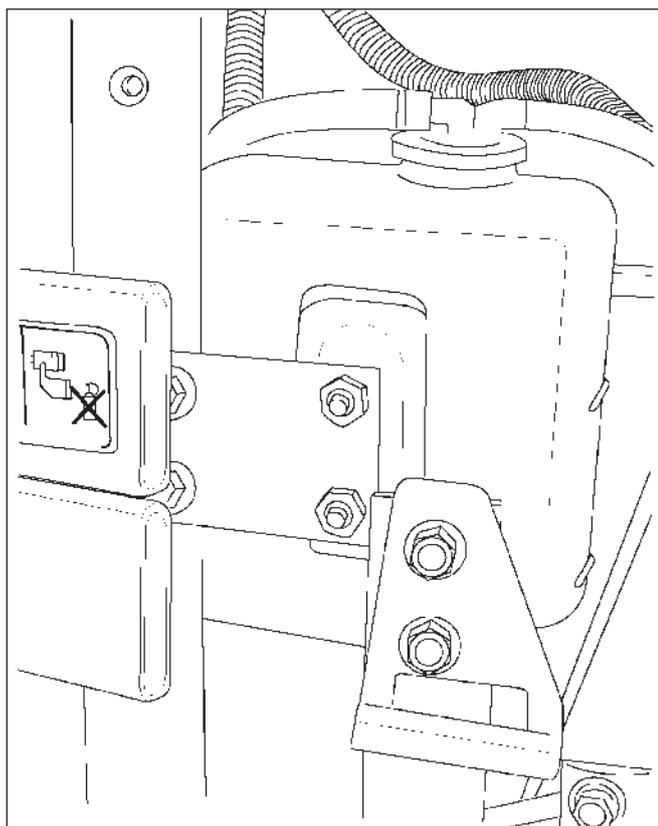

FIG. 6-19
**FIG. 6-19:** Le système de refroidissement est rempli en usine avec une solution antigel qui protège le moteur et le radiateur jusqu'à -34°C. Le niveau de liquide de refroidissement doit se situer entre le repère supérieur A et le repère inférieur, B, du réservoir de liquide de refroidissement. Contrôlez le liquide de refroidissement une fois par an pour la protection contre le gel.